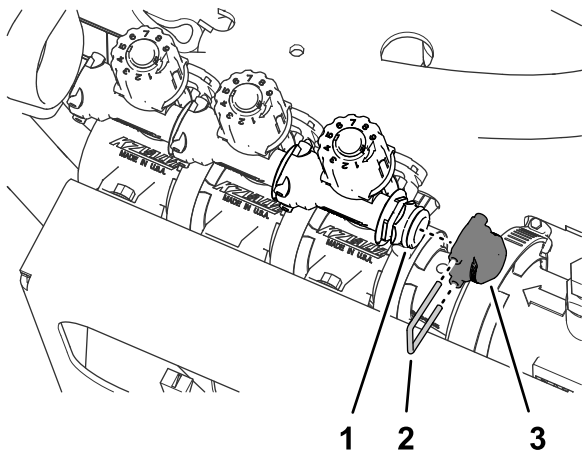

图 65
3. 取下将盖子固定至旁通阀快速断开接头的卡环并取下盖子图 65。